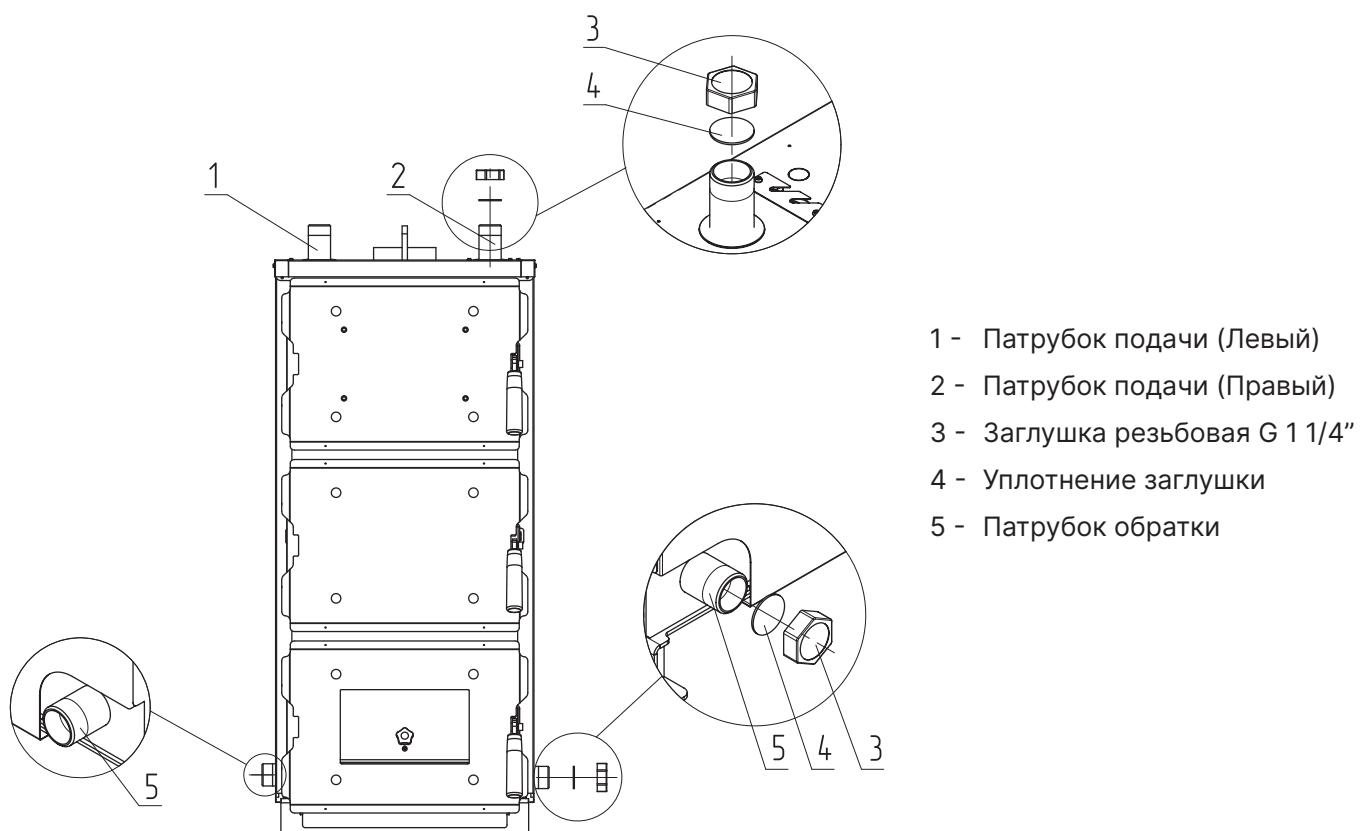

Рис.9 Установка заглушек на патрубки
1. Изменить подключение патрубков подачи и обратки теплоносителя с правого (**Рис.9, поз.2**) на левый (**Рис.9, поз.1**).
2. Поменять местами уплотнительные заглушки (**Рис.9, поз.4**) и заглушки резьбовые (**Рис.9, поз.3**) на патрубках подачи и обратки.
Внимание! На неиспользуемом патрубке (**Рис.9, поз.1 или поз.2**) обязательно должна быть установлена заглушка (**Рис.9, поз.3**) с уплотнением заглушки (**Рис.9, поз.4**). Также на неиспользуемом патрубке в нижней части котла обязательно должна быть установлена заглушка (**Рис.9, поз.5**).